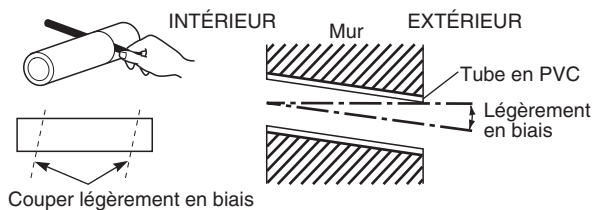

Fig. 3-21
- Mesurer l'épaisseur du mur de l'intérieur à l'extérieur, et couper le tube en PVC légèrement en biais pour l'adapter. Insérer le tube en PVC dans le mur. (Fig. 3-21)